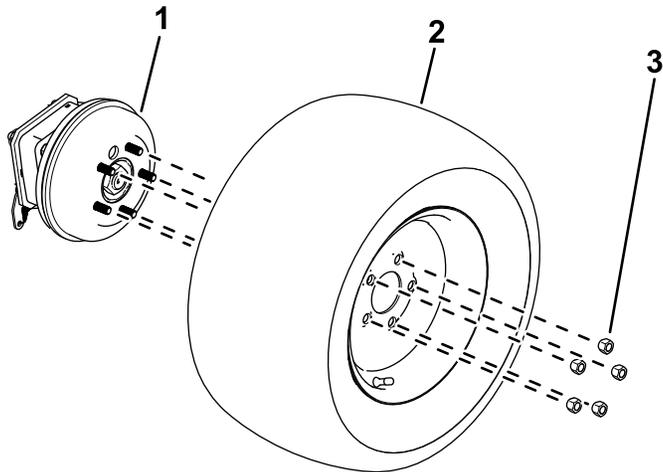

Figura 10
2. Allentate e rimuovete i dadi delle ruote (Figura 10).
3. Rimuovete le ruote dai mozzi (Figura 10).
- Utilizzate i dadi ruota rimossi in precedenza per fissare gli pneumatici ai mozzì delle ruote (Figura 10).